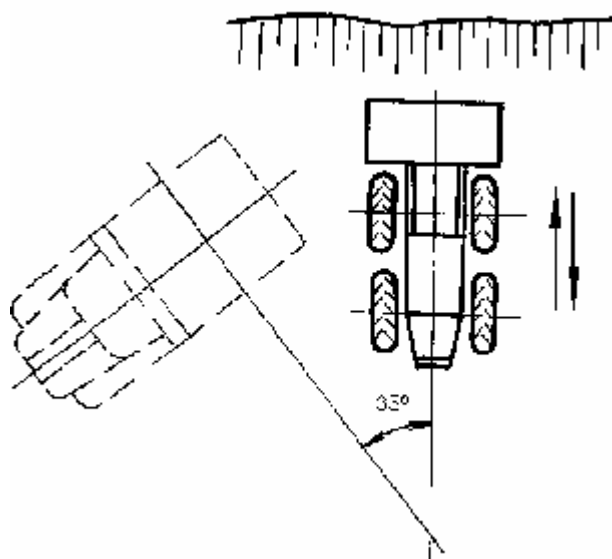

Рис. 12.2 – Схема работы погрузчика при частичном развороте
- разворот погрузчика под различными углами при отходе от нагружаемой породы и при приближении к ней; загружаемый автомобиль - самосвал можно установить под различными углами к фронту работ (Рис. 12.2);